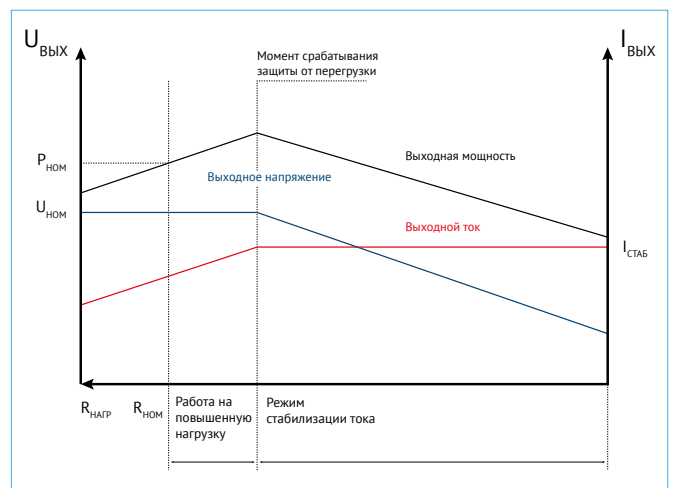

Рис. 11. График ограничения тока.
1. Для предотвращения перегрева и срабатывания защиты необходимо соблюдать условия эксплуатации, указанные в технической документации, и использовать радиаторы охлаждения, обеспечивающие эффективный отвод тепла. При использовании преобразователей без радиатора, из-за тонкой стенки корпуса, возможно образование локальных перегревов (рис. 11). Для исключения локальных перегревов рекомендуется использовать дополнительные теплораспределяющие основания, которые выравняют температуру на теплоотводящей поверхности модуля.